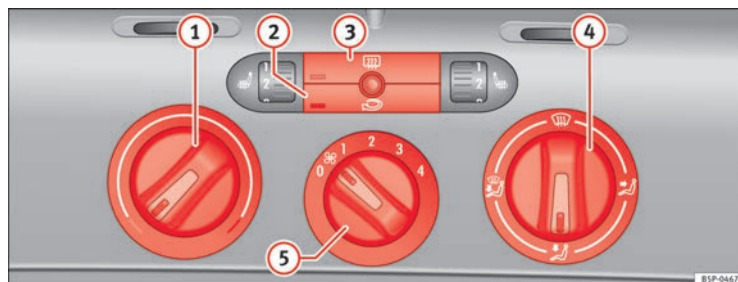

Fig. 124 Sur la planche de bord : éléments de commande du chauffage
- Les régulateurs ⇒ fig. 124 ① et ④ et la commande ⑤ permettent de régler la température, la répartition de l'air et la vitesse de la soufflante.
- Appuyez sur le bouton ② ou sur le bouton ③ pour activer ou désactiver la fonction correspondante. Quand la fonction est active, le rectangle situé sur le coin inférieur gauche du bouton s'allume.